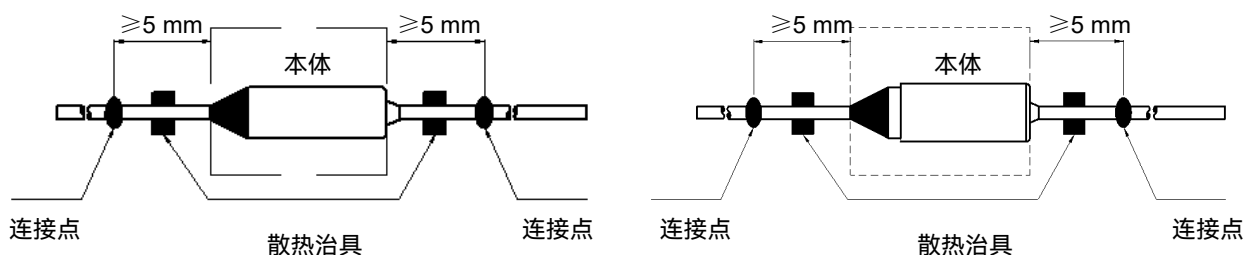

图2
2. 引线上的连接点距离温度保险丝本体应 $\geq 5 \text{ mm}$ （参考图2）。
3. 在钎焊过程中，焊点与温度保险丝之间应使用散热装置（参考图2）。
3. 在点焊过程中，焊点与温度保险丝之间应使用散热装置（参考图2）。